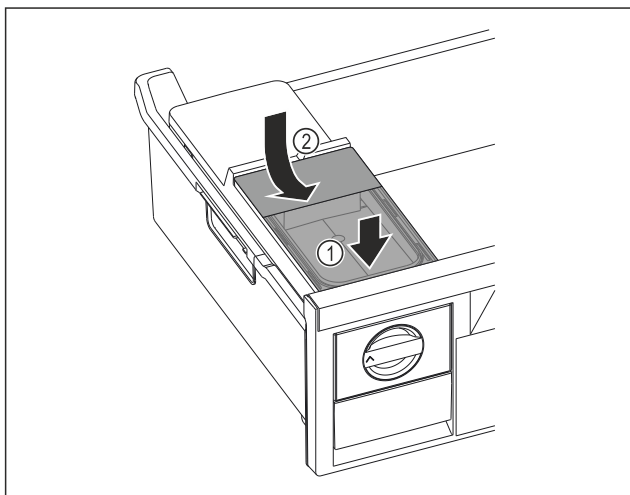

Fig. 165
- Așezați în față rezervorul de apă. Fig. 165 (1)
- Coborâți în spate rezervorul de apă. Fig. 165 (2)